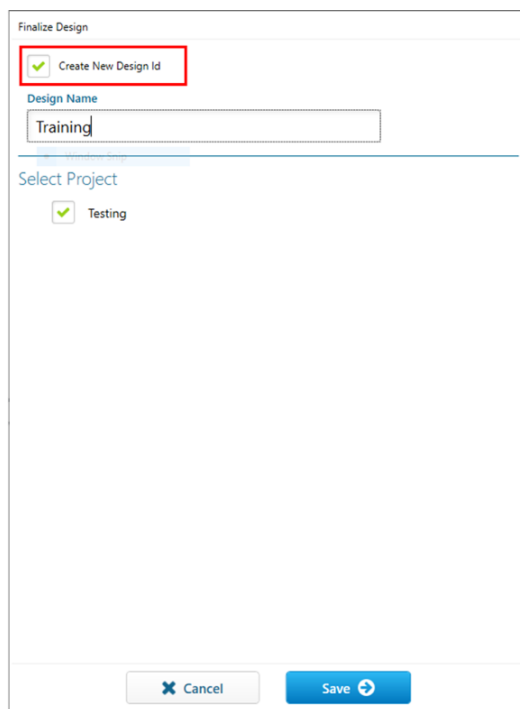
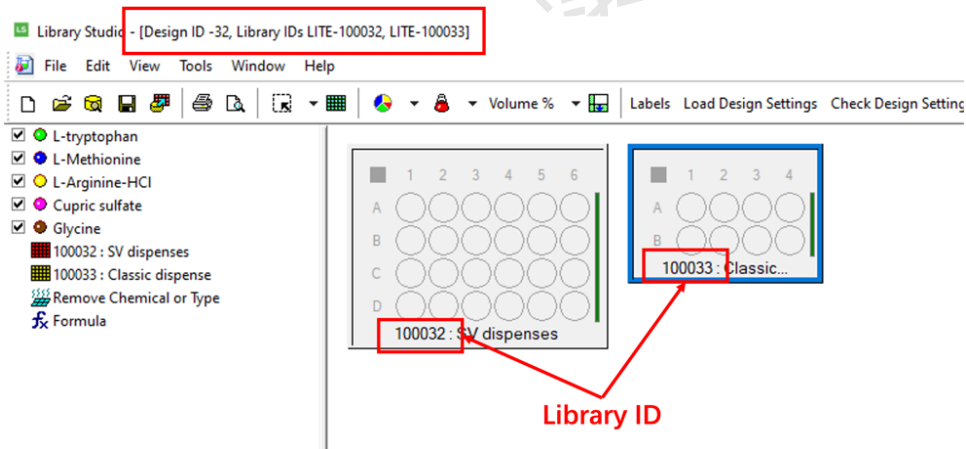

图 6-2-21
图 6-2-22
- 6) **新建 Design ID:** 点击“Finalize”后, 如下“Finalize Design”窗口会跳出(图 6-2-21)。若是全新 Design, 请务必勾选“Create New Design ID”, 并输入“Design Name”, 选择相应项目归属“Select Project”。“Save”后, 软件会自动生成唯一数字 Design ID(显示在 Library Studio 软件的标题栏中, 图 6-2-22)对应当前实验设计, 可在后续实验中直接输入该 ID 来运行此实验, 或查询相关实验结果。该 Design ID 中的所有 Libraries 都会自动生成唯一对应编号, 显示在 Library Studio 软件界面。